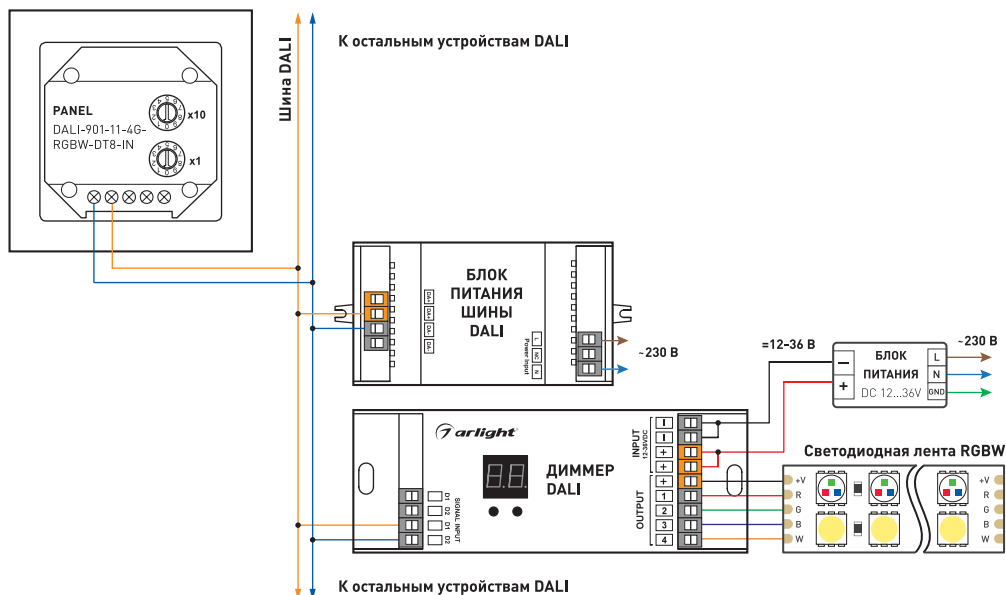

Рис.1. Пример подключения панели управления
- 3.2. Подключите провода от шины DALI к клеммам DA+ и DA- сенсорной панели (Рис. 1).